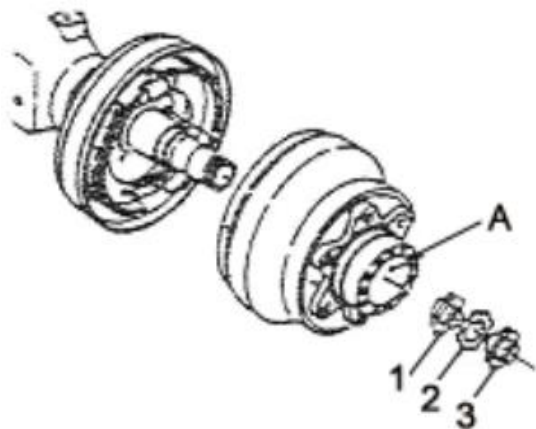

Рисунок 2-4. Добавление смазки
1.4.1. Заполните ступицу колеса 100 мл консистентной смазки, а затем закрепите ее на оси, см. рис. 2-4.